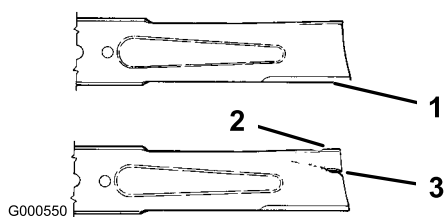

Figura 35
1. Inspeccione los filos de corte (Figura 35). Si los bordes no están afilados o tienen mellas, retire las cuchillas y afílelas; consulte Cómo afilar las cuchillas.
2. Inspeccione las cuchillas, especialmente la parte curva (Figura 35). Si observa daños, desgaste o la formación de una ranura en esta zona (elemento 3
en la Figura 35), instale inmediatamente una cuchilla nueva.